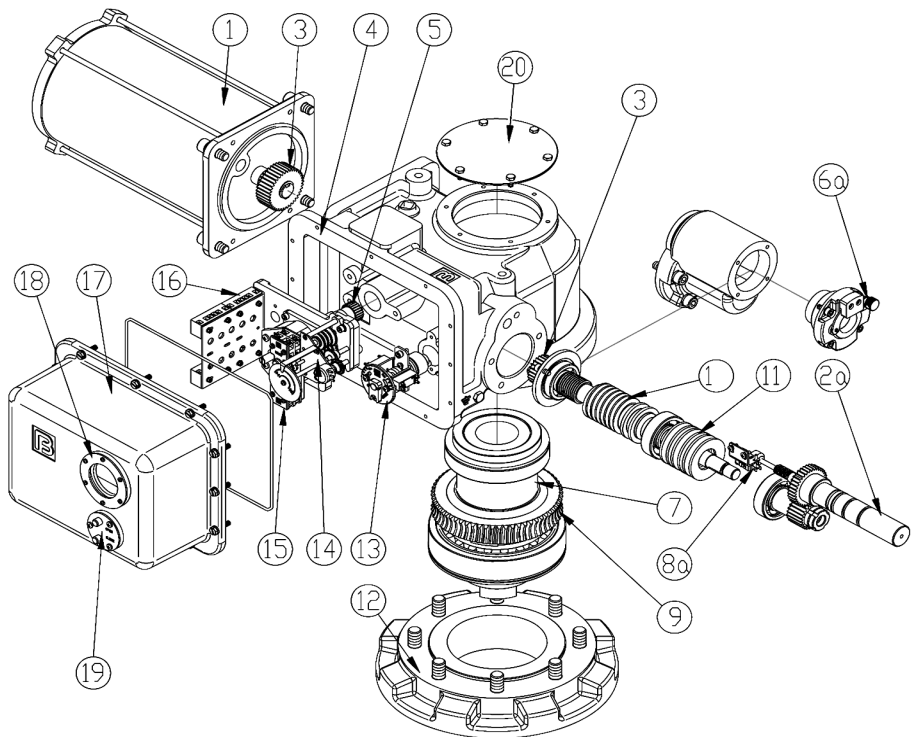

Рис. 5 Электроприводы ГЗ-В, ГЗ-Г, ГЗ-Д
2.2 Электроприводы ГЗ-В, ГЗ-Г, ГЗ-Д (рис. 5)